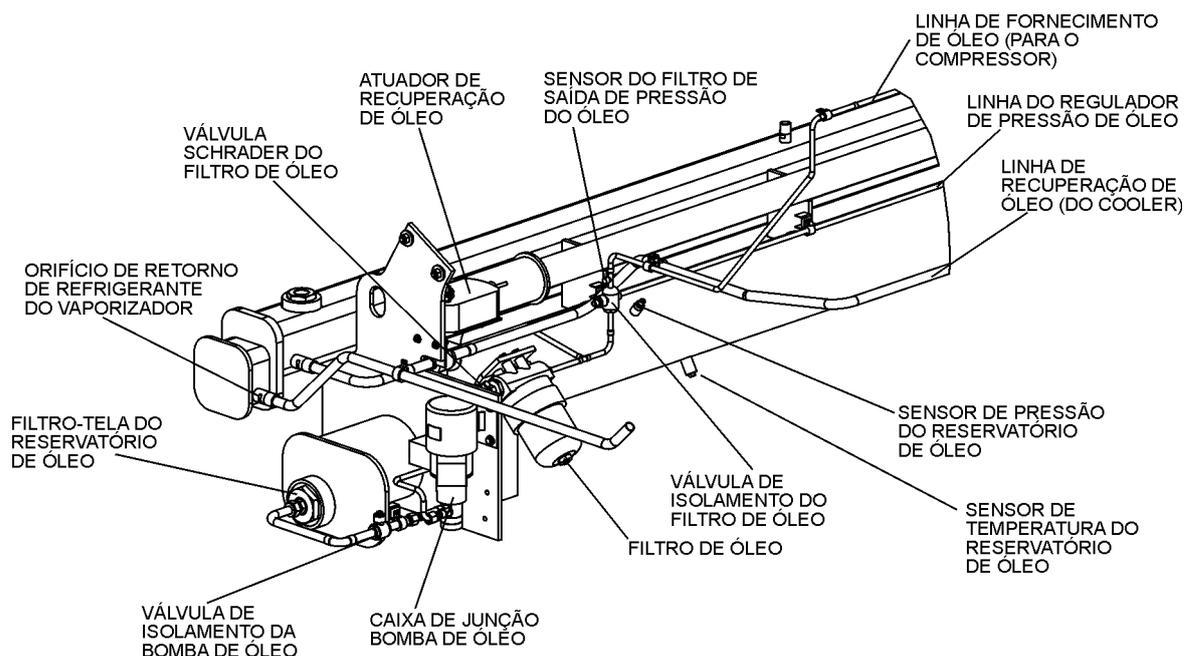

Fig. 43 – Filtro-tela e filtro do reservatório de óleo
2. Feche ambas as válvulas de isolamento do filtro de óleo. Veja a Fig. 43
Aquecedor de óleo – Inspeção o aquecedor de óleo quanto ao acúmulo de carbono no elemento de aquecimento se não for possível manter uma temperatura adequada no reservatório de óleo quando o resfriador é desligado. Pode ser necessário instalar temporariamente uma tampa no terminal do elemento do aquecedor para oferecer uma alavancagem maior ao rosquear o aquecedor de óleo no reservatório de óleo. Os elementos do aquecedor do reservatório de óleo devem ficar posicionados na vertical para permitir a distribuição adequada do calor. Veja a Fig. 43 e 44. O elemento do aquecedor deve ser instalado com a palavra "TOP" na conexão roscada virada para cima.
Filtros-tela – O sistema de recuperação de óleo possui dois filtros-tela. Um instalado na linha de refrigerante VFD entre o cooler e o condensador. O segundo filtro-tela fica localizado na carcaça do filtro-tela do reservatório de óleo (Fig. 43). O filtro-tela do reservatório de óleo deve ser substituído ou inspecionado com carga refrigerante isolada no condensador. Inspeção o filtro-tela do reservatório de óleo quanto a obstruções ou danos sempre que o óleo for trocado. O filtro-tela é roscado na carcaça do filtro-tela do reservatório de óleo. Instale um anel-O novo no filtro-tela se não for necessário trocar todo o filtro-tela.
Orifício da linha de retorno de refrigerante do vaporizador – Há um orifício de dosagem onde a linha de retorno de refrigerante é acoplada ao vaporizador (Veja a Fig. 43). Esse orifício só pode ser inspecionado cortando a linha de retorno de refrigerante do vaporizador próxima ao